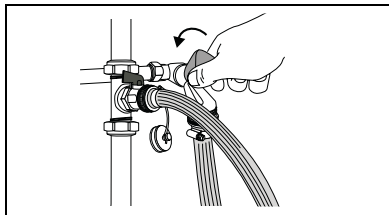

fig. 8 Vullen van de cv-installatie
- Draai de waterkraan volledig, en de vulkraan slechts gedeeltelijk open (fig. 8).